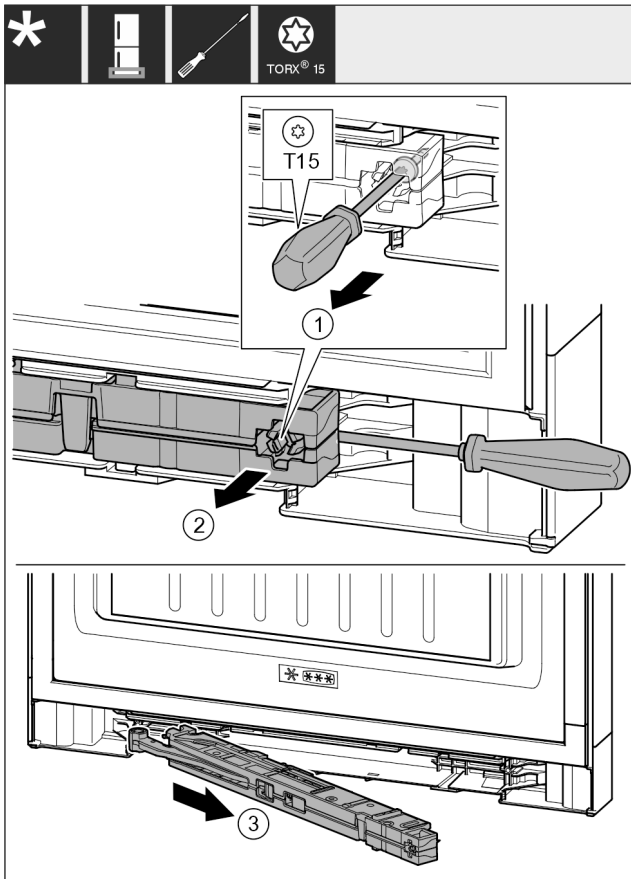

Fig. 18
- ▶ Schraube Fig. 18 (1) an Schließdämpfereinheit mit Schraubendreher 14 mm lösen.
- ▶ Schließdämpfereinheit Fig. 18 (2) griffseitig mit Schraubendreher nach vorne aushebeln.
- ▶ Schließdämpfereinheit Fig. 18 (3) herausziehen.